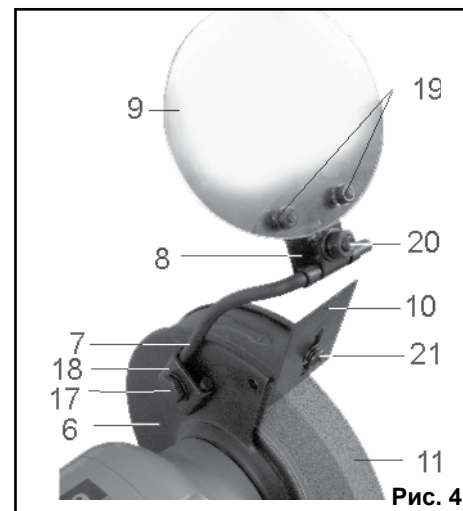

Рис. 4
9.1.5. Как показано на Рис. 4, установите и винтом 21 закрепите искроотражатель (10) так, чтобы он не касался шлифовального круга (11) и находился на расстоянии 3-5мм от него.